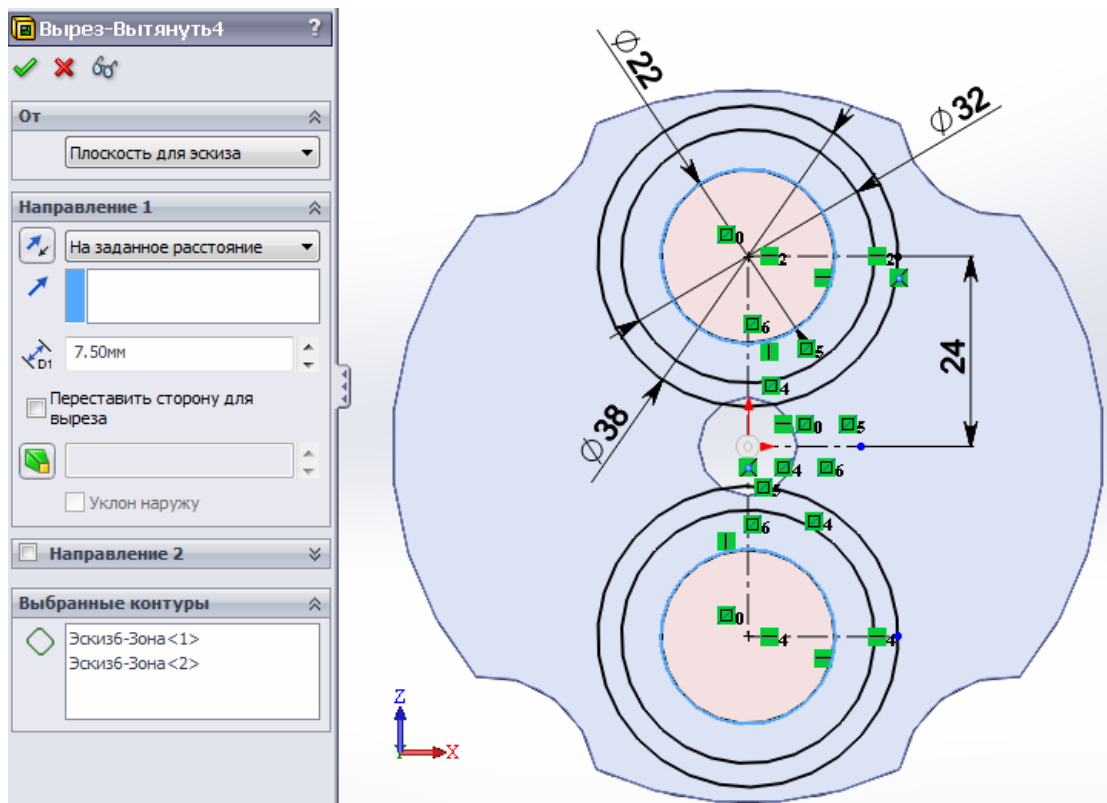
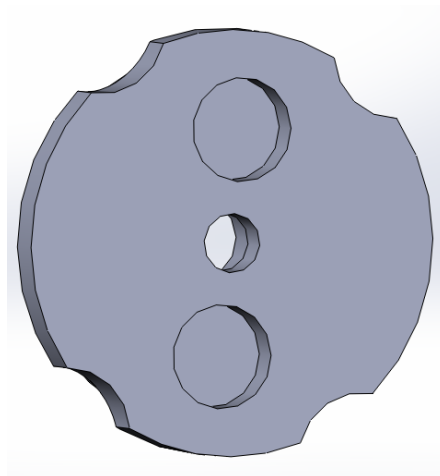

Рис.9. Створення циліндричних отворів діаметром 22 мм
Рис. 10. Результат
8. Після завершення побудови ескізу запускаємо інструмент «Витянутий виріз». Витягуємо модель, використовуючи настройку “НА ЗАДАНОЕ РАССТОЯНИЕ” та вказуємо “ГЛУБИНУ” –7.5 мм. (рис.9). Отримаємо зображення на (Рис. 10)